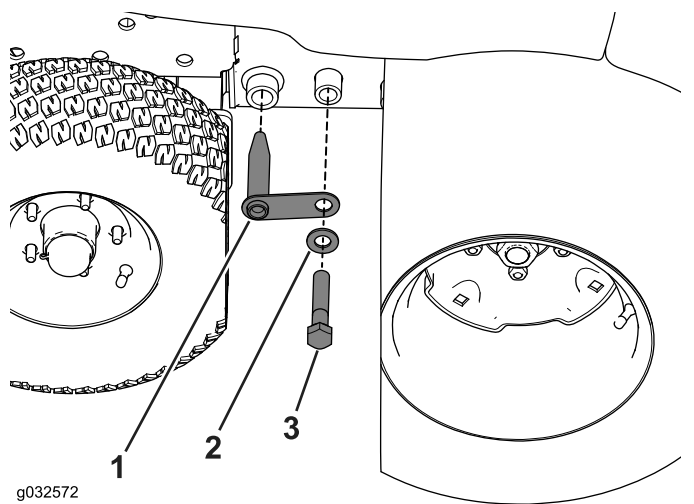

Figura 117
7. Retire o parafuso, a anilha e a ligação do acoplador localizados na estrutura da máquina (Figura 117).